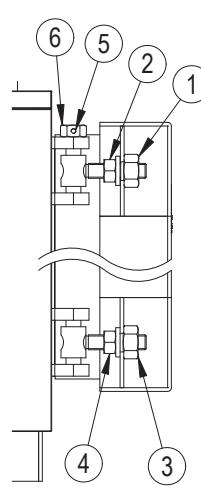

рис. 10
5.6.2 для моделей PREXOTHERM RSW 720N÷1060N (рис. 10)